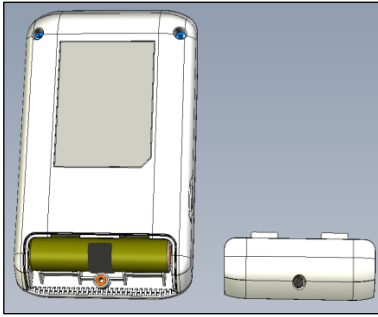
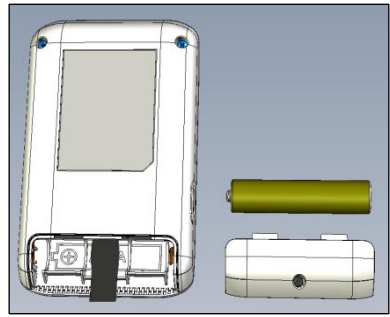

Fig. 1a
Fig. 1b
- 7.2.1 Para instalar/substituir a pilha, desparafuse e retire a tampa do compartimento da pilha na parte de trás do aparelho (Fig. 1a). Retire a pilha velha (se estiver presente) usando a tira de pano incorporada no compartimento; Coloque a nova pilha seguindo as indicações sobre a polaridade da pilha marcadas dentro do compartimento da pilha, (Fig. 1b), recoloque a tampa e aperte o parafuso.